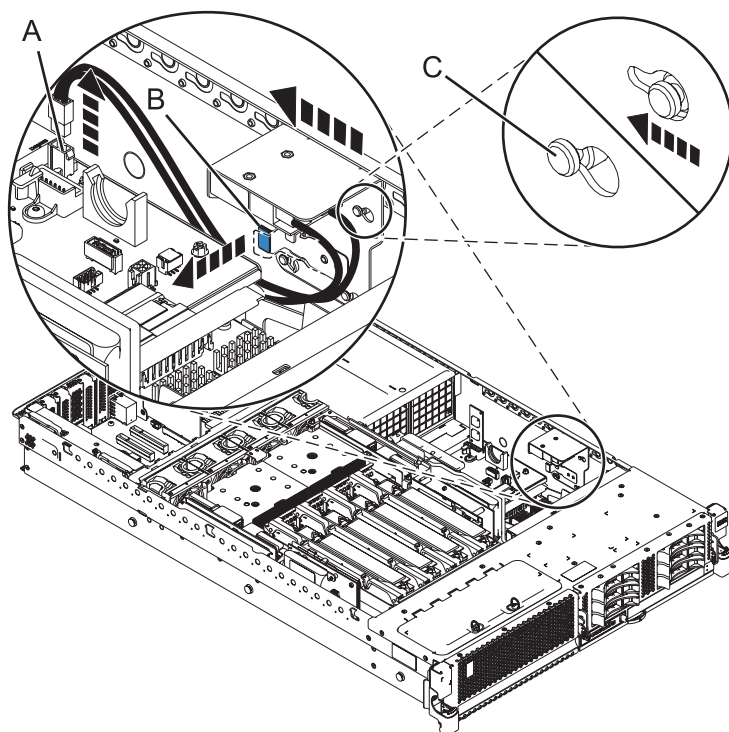

Figure 1. Retrait d'un commutateur de verrouillage d'alimentation d'un système monté en armoire
9. Déconnectez le câble d'interface de son emplacement de connexion à la carte mère **(A)**, comme cela est indiqué dans la figure 1, à la page 3.